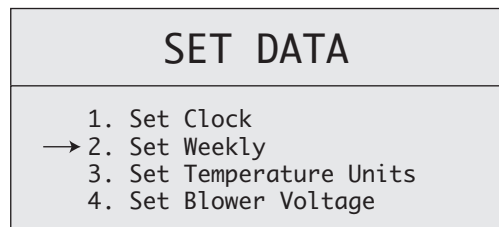

Figure 22 : Menu Set Data
1. Tenir la touche **ENTRÉE**  enfoncée jusqu'à ce que le menu « **SET DATA** » (configuration de données) s'affiche à l'écran. Utiliser la touche de **DÉFILEMENT BAS** pour sélectionner « **SET WEEKLY** » (réglage hebdomadaire). Appuyer sur **ENTRÉE**. L'écran de configuration du calendrier hebdomadaire s'affiche. **VOIR FIGURE 22.**